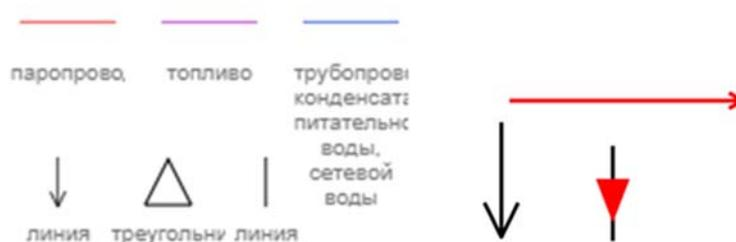

Рисунок 4.9.10 – Добавление линий и указателей
- 3) добавление закрашенного треугольника на линию для указания направления (рис. 4.9.10).